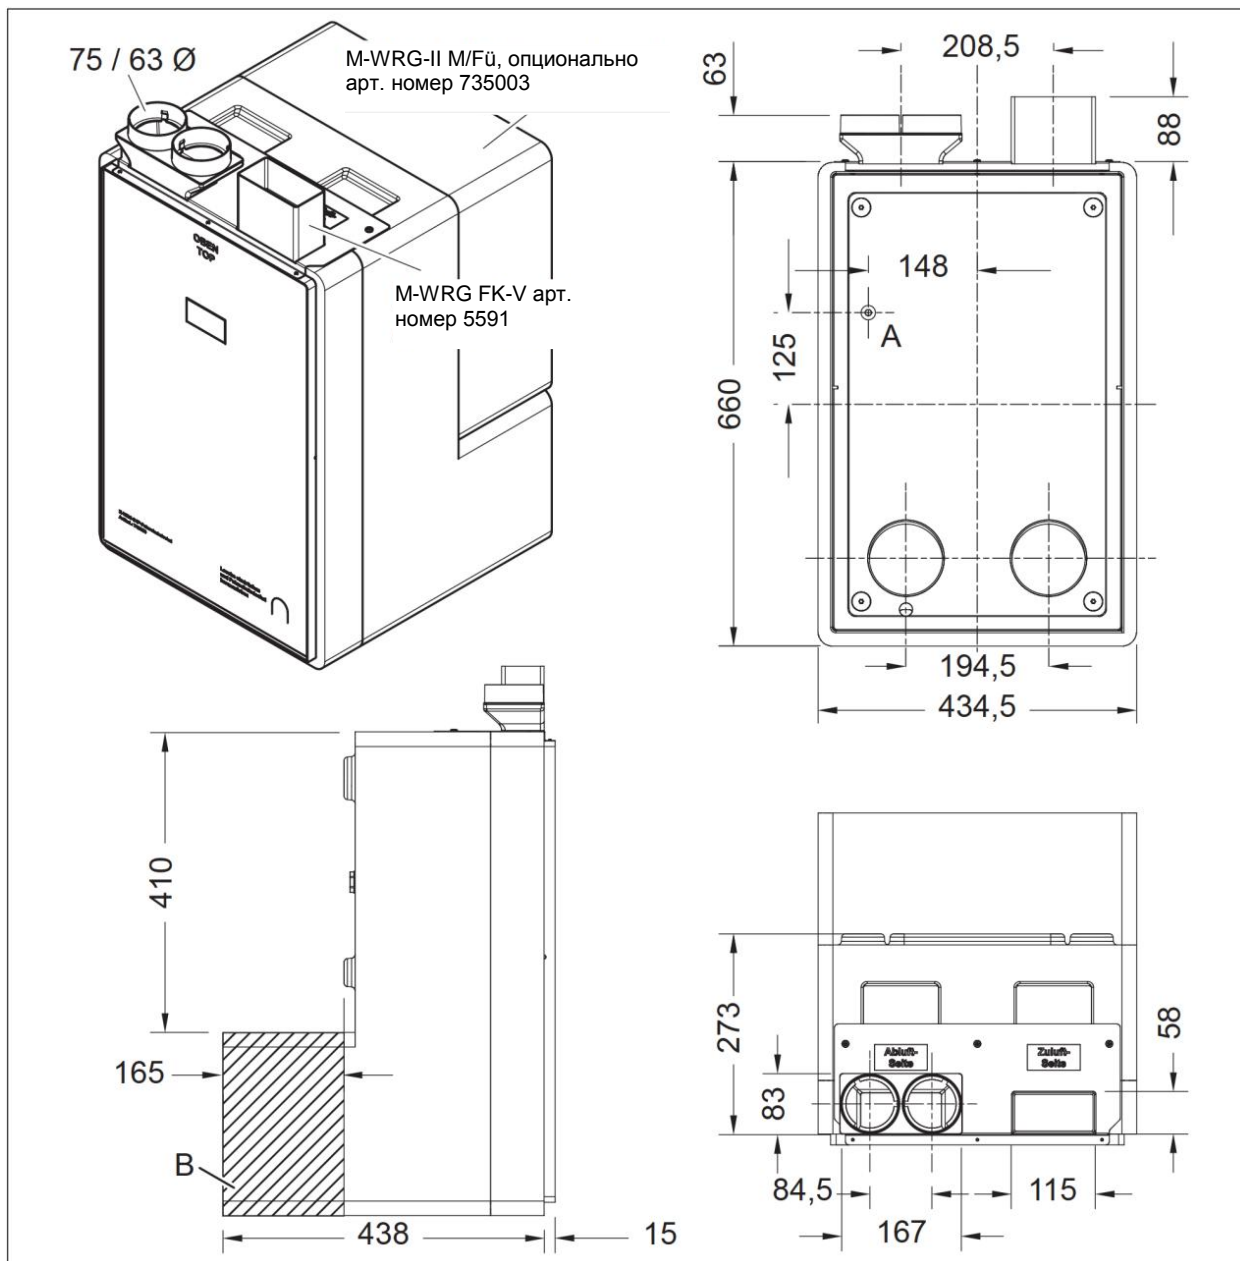

Рис. 7: размеры монтажного комплекта с опционально предоставляемой вставкой-заполнителем в мм
В отверстиях вытяжного воздуха и приточного воздуха, на выбор, могут использоваться два соединительных элемента для плоского канала **или** два соединительных элемента для гибкой трубы **либо** один плоский соединительный элемент в сочетании с одним соединительным элементом для гибкой трубы. Чтобы проиллюстрировать размеры соединения плоского и гибкого воздуховодов, на рис. 7 показана конфигурация с плоским воздуховодом (FK) и гибким воздуховодом (диаметр 75/63 мм).